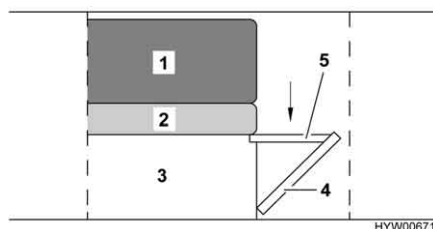

Fig. 60 Dopo la trasformazione
- Far innestare la prolunga del cassone letto (Fig. 60,5) e, in caso necessario, sollevare il cuscino del divano.